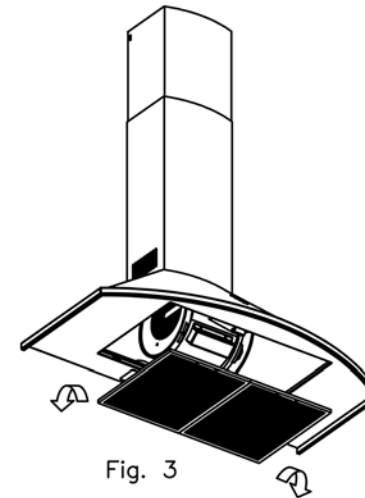
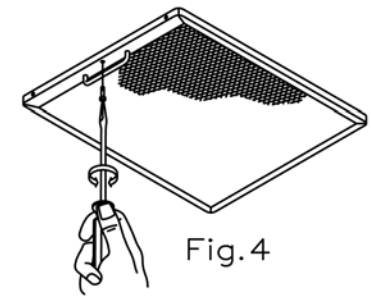

Fig. 3
Fig. 4
• **Limpieza del filtro de grasa:** En virtud del uso y como mínimo cada mes, los filtros de grasa deberán ser desmontados (Fig. 3) y (Fig. 4) y lavados en lavavajillas o en agua caliente y detergente. En el caso de utilizar lavavajillas, es recomendable colocarlos en posición vertical para evitar que los restos de comida se depositen sobre el mismo. Después de haberlos enjuagado y secado colocarlos nuevamente en su lugar, actuando de forma inversa al desmontarlos.